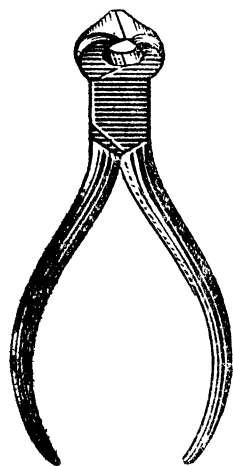

Рис. 15. Острогубцы
1. Минутная, часовая и секундная стрелки осторожно снимаются со своих стержней острогубцами (рис. 15).